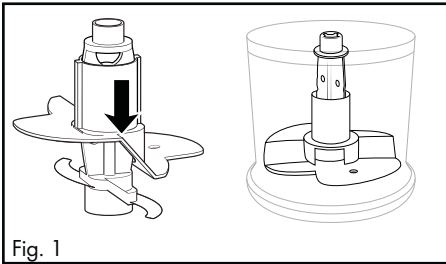

Fig. 1
- For at piske 100 ml fløde skal du sætte piskedelen på knivholderen 5, så piskedelen 10 sidder på begge knive 7 og går i indgreb (fig. 1):